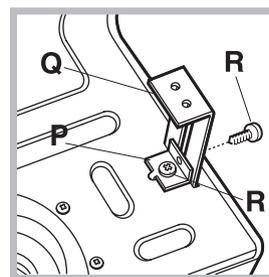
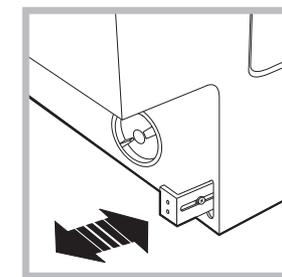

Fig. 8
Fig. 9
- Si la machine est installée à une extrémité de la cuisine intégrée, montez une ou les deux glissières du socle comme illustré sur la figure 8 en réglant leur profondeur en fonction de la position du socle et, au besoin, fixez-le à ces dernières (fig.9).
- Pour monter le support de la base, procédez comme suit (fig. 8) : Fixez l'équerre P à l'aide de la vis R, insérez le support de la base Q dans la fente prévue et après l'avoir dûment positionné, bloquez-le à l'aide de l'équerre d'assemblage P et de la vis R.